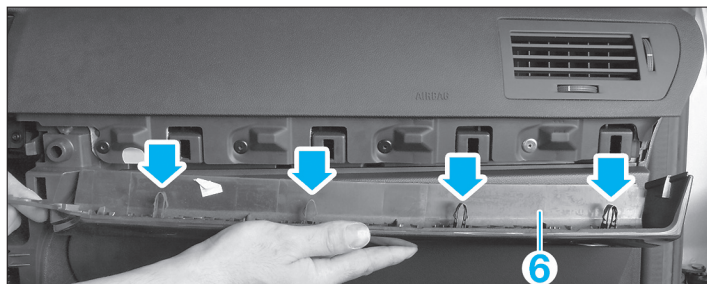

FIG. 27
- Dégrafer l'enjoliveur (6) au-dessus de la boîte à gants (fig. 27).